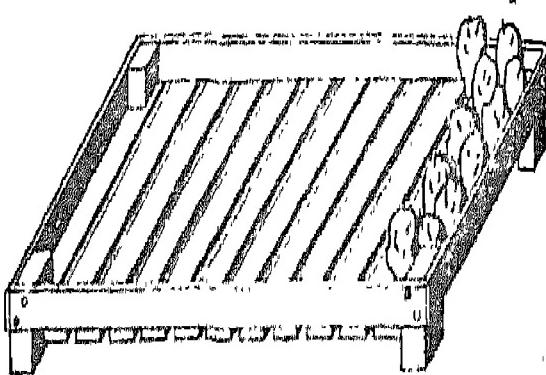

Fig. 12. ... Clai de plants de Pommes de terre.
2. A l'arrachage des pommes de terre, sélectionner des tubercules pour les planter au printemps suivant. Fabriquer des claies pour les faire germer ; les disposer sur ces claies côte à côté (fig. 12) en une seule couche, l'extrémité portant le plus grand nombre d'yeux en haut; conserver ces claies pendant l'hiver dans un local éclairé aéré, à température moyenne. — Observer le développement des germes et chaque mois noter ses progrès.